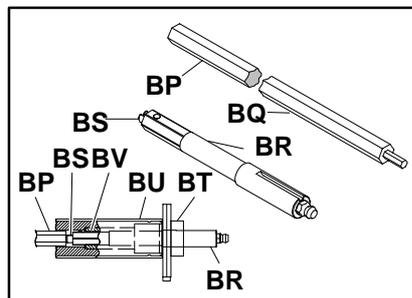

Figure 21
Pour retirer l'arbre d'entraînement extérieur (BR de la figure 21), utiliser la rallonge de la clé six-pans Dorner (BQ), numéro de pièce *25-08.